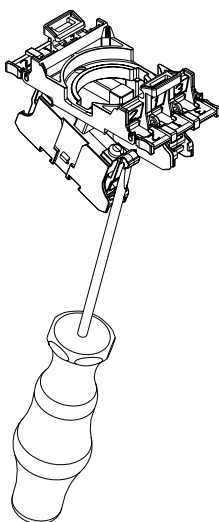
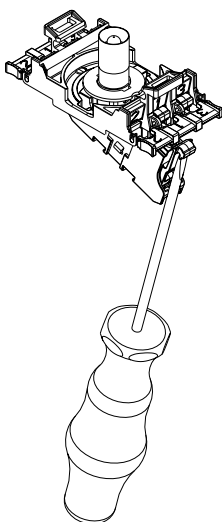

図 16
図 17
3. 接点ブロックと照光用エレメントを接点キャリアーから外します(図16、図17参照)ドライバーを接点ブロックと照光用エレメントの回り止めに挿入します。ドライバーを僅かに接点ブロックや照光用エレメントの方向に動かし、回り止めを外側に押します。接点ブロックと照光用エレメントを接点キャリアーから外します。